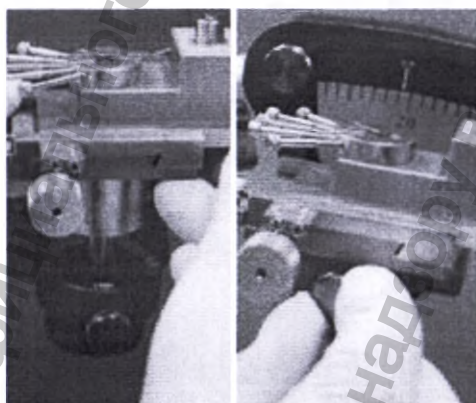

Рисунок 37: Фиксация установочной платформы на стереотаксической раме
12. Поставьте установочную платформу на раму и зафиксируйте ее (Рисунок 37).